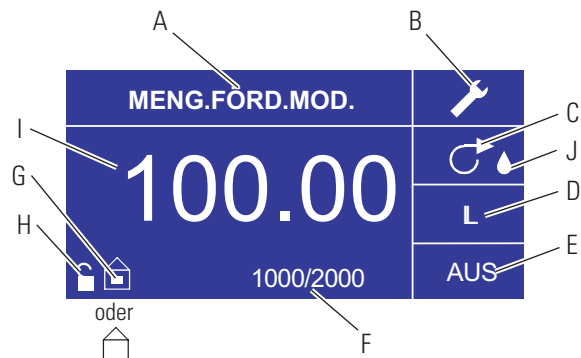

Abbildung 3-10. Mengenförderungsmodus-Bildschirm
6. **Einstellen der AUS-Zeit der Pumpe:** Verwenden Sie die Richtungspfeile und die EINGABETASTE, um AUS auf dem Bildschirm zu wählen (siehe Position E, Abbildung 3-10), um die AUS-Zeit einzugeben. Verwenden Sie die Richtungstasten und die EINGABETASTE, um die Pumpen-Ruhezeit einzustellen. Der Zeitgeber in der Mitte des Bildschirms wird hervorgehoben, und durch Verwendung der AUF- und ABWÄRTS-Pfeile können Sie die ganz rechte Stelle des Zeitintervalls erhöhen oder reduzieren. Wenn die EINGABETASTE ein zweites Mal gedrückt wird, während der Zeitgeber hervorgehoben ist, können die Stellen einzeln mit dem AUF/AB-Pfeil geändert werden; schalten Sie mit den LINKS/RECHTS-Pfeilen zwischen den Stellen hin und her. Nach Auswahl der optimalen Fördermenge die EINGABTASTE erneut zur Validierung drücken. Der Antrieb wird jetzt so lange unterbrochen, wie Sie es in der Mitte des Bildschirms eingestellt haben. **HINWEIS:** Wenn die AUS-Zeit auf 00:00:00 eingestellt wird, erfordert der Antrieb eine **START/STOPP-Eingang** vom Tastenfeld aus oder vom I/O-Anschluss aus, um mit der nächsten Förderung zu beginnen.
7. **Auswahl der Losgröße:** Verwenden Sie die Richtungspfeile und die EINGABETASTE, um das Batch-Zahl-Symbol auf dem Betriebsbildschirm auszuwählen (siehe Position F, Abbildung 3-10). Wählen Sie im Batch-Zahl-Bildschirm die AUF-/ABWÄRTS-Pfeile zur Auswahl der Losgröße. Drücken Sie die EINGABETASTE zum Bestätigen der Losgröße. Wenn diese Zahl auf Null (0) eingestellt ist, läuft der Antrieb auf unbestimmte Zeit und das ∞ Symbol wird angezeigt. Wählen Sie BEENDEN, um zum Antriebs-Betriebsbildschirm zurück zu kehren.
9. **Batch-Zahl zurücksetzen:** Verwenden Sie die Richtungspfeile und die EINGABETASTE, um das BATCH-ZAHL-Symbol auf dem Betriebsbildschirm auszuwählen (siehe Position F, Abbildung 3-10). Wählen Sie im BATCH-ZAHL-Bildschirm die Option ZURÜCKSETZEN und drücken Sie die EINGABETASTE, um die Batch-Zahl zurück zu setzen. Wählen Sie BEENDEN, um zum WIEDERHOLUNGSMODUS-BETRIEB-Bildschirm zurück zu kehren.